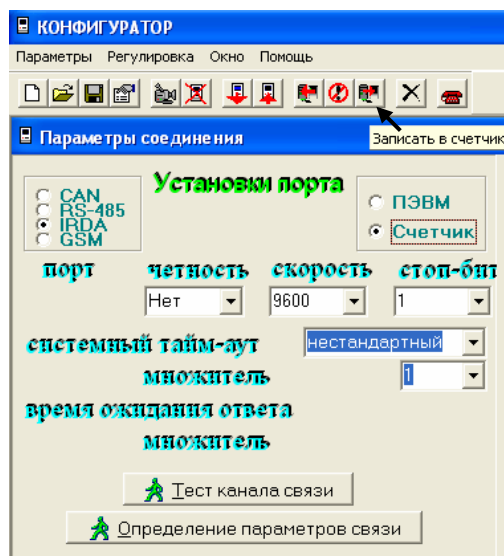

Рис.8
3. при необходимости изменения параметров связи, установленных в счетчике, перевести курсор в положение «Счетчик», установить требуемые параметры и записать в счетчик нажатием кнопки «Записать в счетчик».(Рис.8)